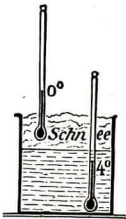

Abb. 174
**Versuch** (Abb. 174): Bring in ein Glas Wasser so viel Eisstückchen (besser Schnee), daß sie ungefähr die Hälfte des Glases ausfüllen! Dann stecke zwei